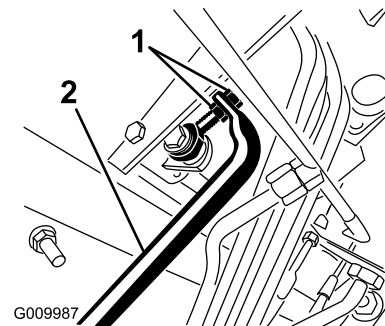

图 75
5. 调节泵杆端的锁紧螺母向前移动泵控制管防止前进向后移动泵控制管防止后退 (图 75)。